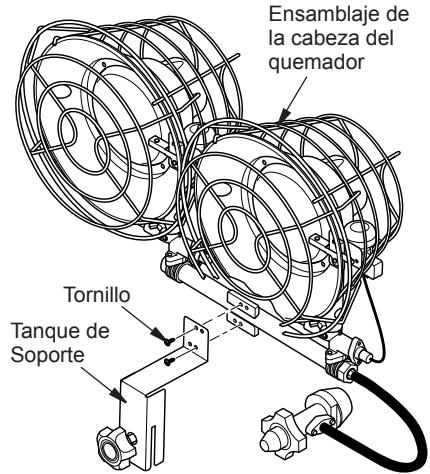

Figura 2 - Colocación de unidad del quemador doble para soporte del tanque
3. **Modelos de 30,000 BTU** Uso de 2 tornillos de paquete de hardware, instale el soporte del tanque a la unidad del quemador, como se muestra en la Figura 2.